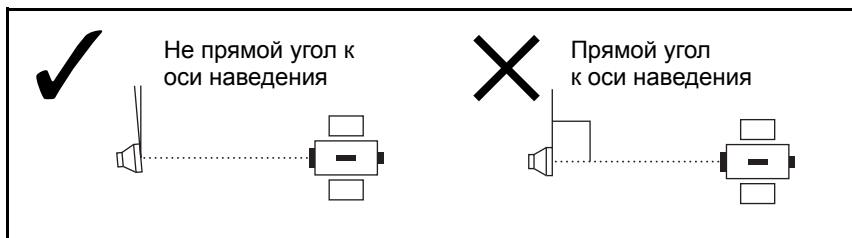

Рисунок 2.2 Наклон призмы
- При измерениях на коротких расстояниях слегка наклоняйте призму, чтобы дальномер мог игнорировать ненужные отражения от поверхности призмы, как показано ниже, см. Рисунок 2.2.